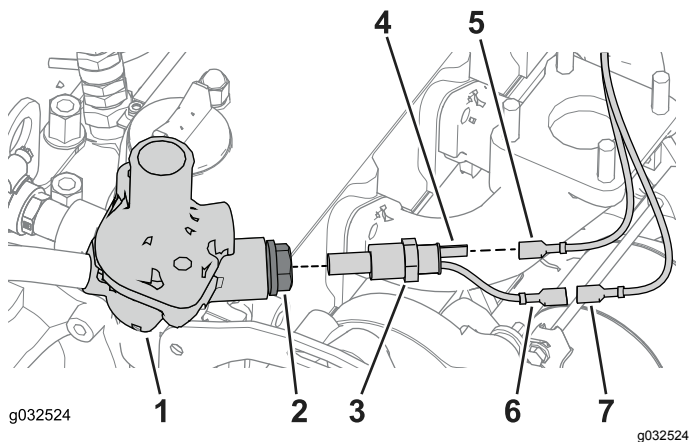

Bild 29
1. Ermitteln Sie das Thermostatgehäuse am Motorblock und entfernen die Motoranschlussschraube (Bild 29).
- Finden Sie das gelbe Kabel, das Sie in Schritt 2 in Verlegen des Zulaufschlauchs \(Seite 15\) abgeschlossen haben, und schließen es am Motorheißstecker des Temperatursensors an (Bild 29).
- Finden Sie das orangene Kabel, das mit einem Kabelbinder am gelben Kabel befestigt ist; entfernen Sie den Kabelbinder und schließen Sie das Kabel am Motorheißstecker des Temperatursensors an (Bild 29).